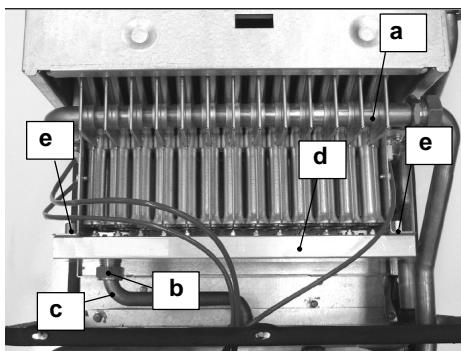

Fig. 8.1 Quemador
- 4 Quitar el panel frontal de la cámara de combustión y el quemador **a** en **Fig. 8.1**.